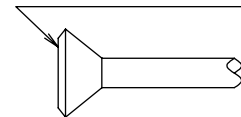

Fig. 13
- Ao ligar a porca de alargamento, revista a secção de alargamento (interna e externamente) com óleo éster ou óleo éter, rode três ou quatro vezes e, depois, aparafuse. **(Consulte a Fig. 13)**